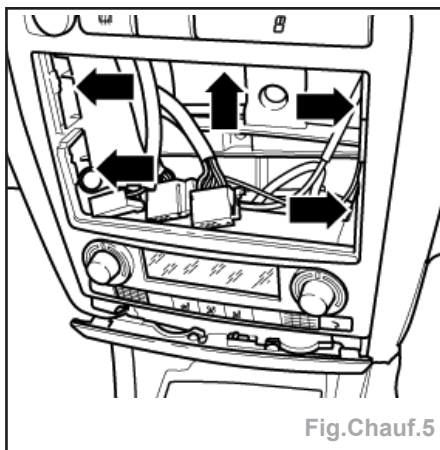

Fig.Chauf.5
- Déposer les 5 vis (flèches) qui fixent la console au tableau central (vis à tête Torx) (Fig.Chauf.5).